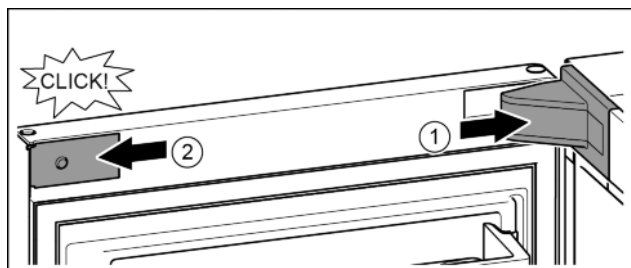

Fig. 19
- Afdekking van de lagerbus aanbrengen en vastklikken, en indien nodig, voorzichtig uit elkaar drukken. Fig. 19 (1)
- Paneel zijdelings aanbrengen en vastklikken. Fig. 19 (2)